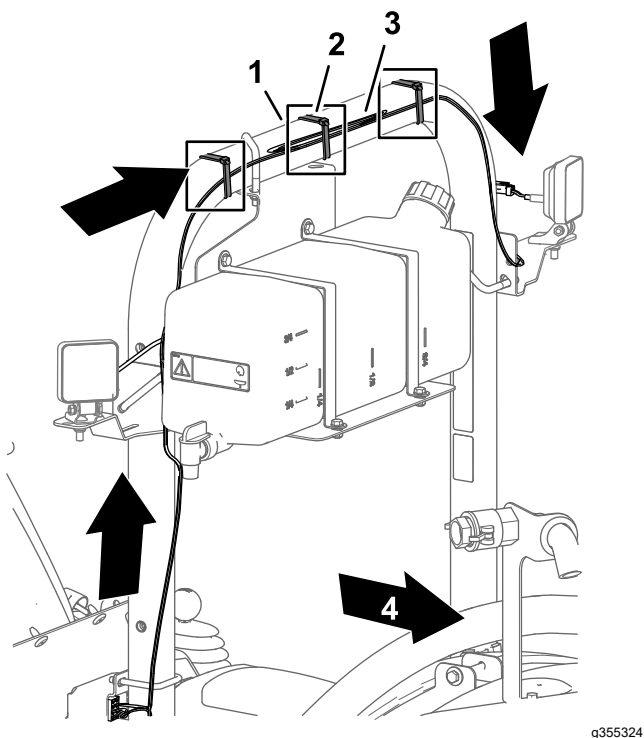
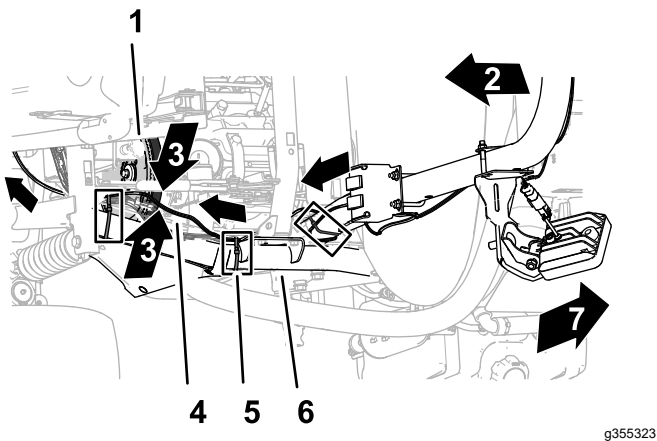
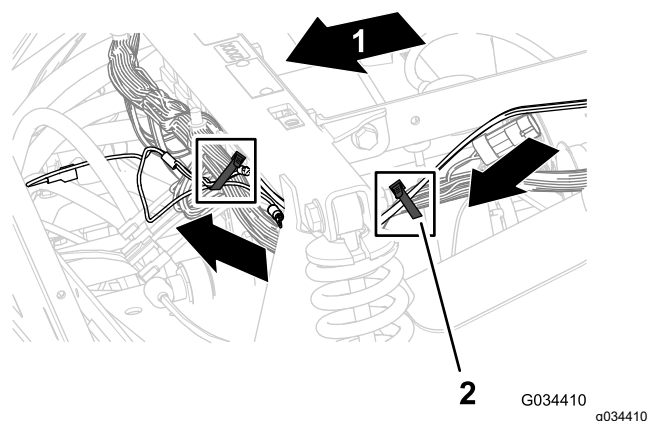

图 10
图 11
图 12
1. 如图 10 所示布置结束的支管使 2 插槽接头向上并穿过水平 ROPS 管的后面。
注意 如图 10 所示将多余的线束捆扎到 ROPS 的中间并用扎带固定线束。
2. 如图 11 和图 12 所示在灯具开关上布置结束的支管使插座端子和环形端子朝向前下方。
3. 如图 10、图 11 和图 12 所示使用扎带将后工作灯套件线束固定到 ROPS 管、机器上部的前机架管上并固定机器线束。
注意 如图 11 所示将多余的线束捆扎到上部前机架管并用扎带固定线束。